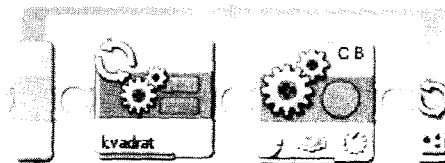

Рис. 84. Использование вспомогательного алгоритма **kvadrat**
7. Программа приняла вид, указанный на рис. 84.